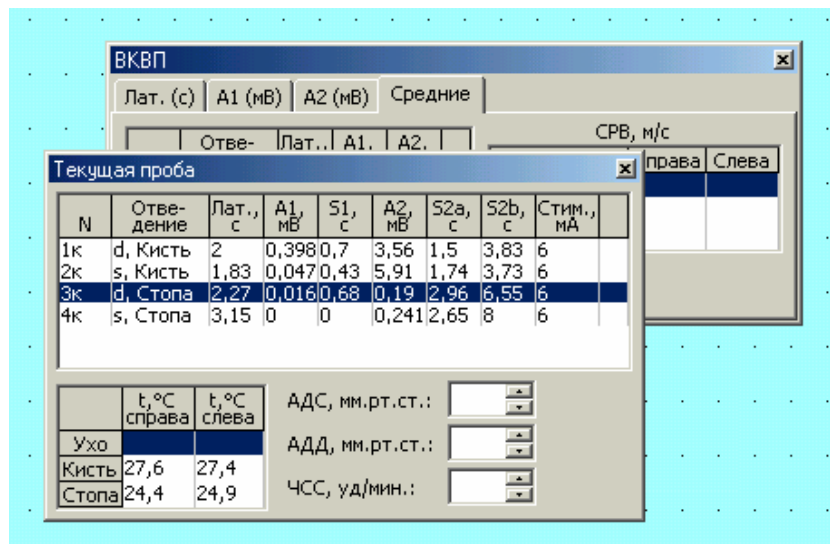

Рис. 3.44
- отпустите кнопку мыши (Рис. 3.44).